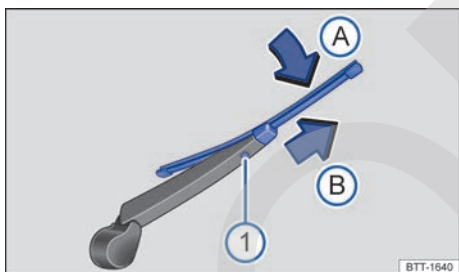

Fig. 227 Passat Variant: cambio de la escobilla limpiacristales de la luneta.
- Mantenga pulsada la tecla de desbloqueo → fig. 227 ①.
- Doble la escobilla en dirección al brazo del limpiacristales → fig. 227 (flecha (A)) y tire al mismo tiempo en el sentido de la flecha (B). Es probable que tenga que emplear bastante fuerza.
- Inserte una escobilla nueva de la **misma longitud y tipo** en el brazo del limpiacristales en el sentido contrario al de la flecha → **fig. 227 (B)** hasta que encastre. Para ello la escobilla debe estar doblada → **fig. 227** (flecha **(A)**).